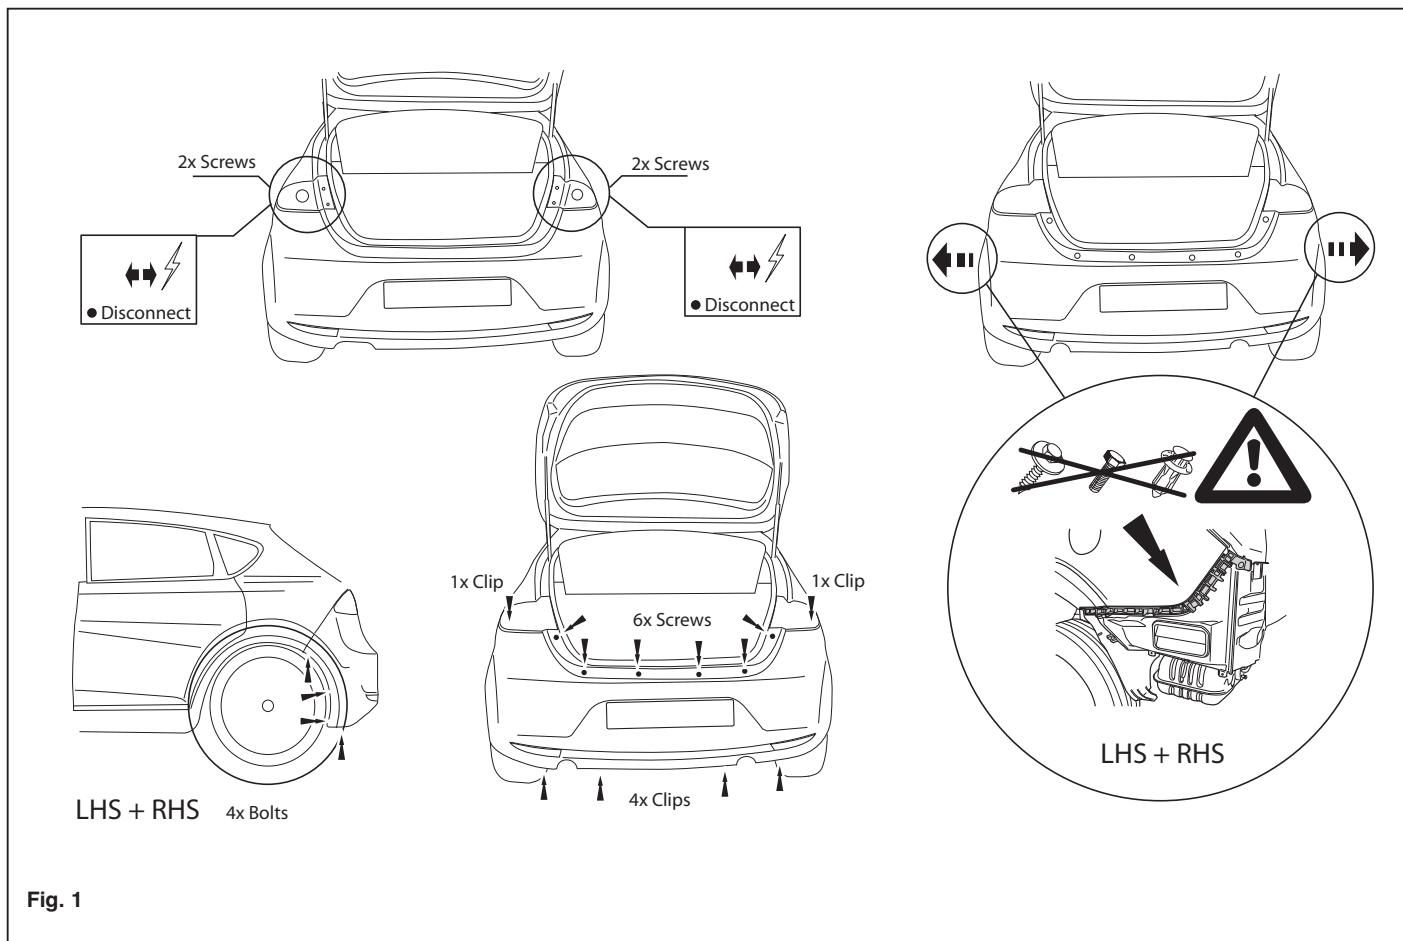

Fig. 1
- 3. Demontera kofangeren. Se fig. 1.